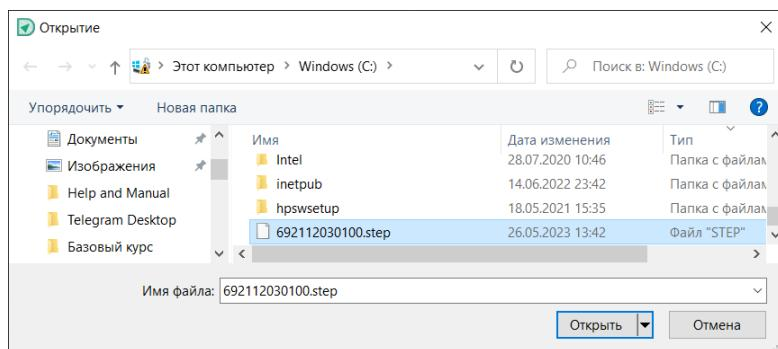

Рис. 159 Выбор файла 3D модели
10. Выберите нужный файл 3D-модели в окне проводника, см. Рис. 159.